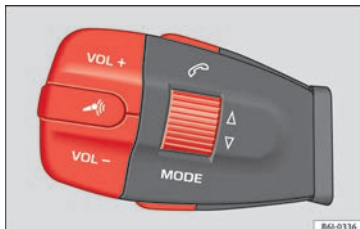

Abb. 80 Tasten der Multifunktionseinheit.
Wird bei aktiviertem System die Taste **» Abb. 80** („PTT“) gedrückt, aktiviert sich die Sprachsteuerung und falls kein Telefon angebunden ist, aktiviert sich die Sichtbarkeit und die Suche eines Telefons wird gestartet.
- Schalten Sie mit dem Schlüssel die Zündung ein. Das Fahrzeugsystem ist für das Mobiltelefon über Bluetooth für drei Minuten sichtbar. Nach 3 Minuten kann auch durch Drücken der Taste  („PTT“) erneut die Sichtbarkeit für weitere 3 Minuten aktiviert werden **» Abb. 80.**
Das Sprachsteuerungssystem wird durch Betätigen der Taste » **Abb. 80** („PTT“) aktiviert.
Durch Antippen der Taste »» **Abb. 80** („PTT“) am Multifunktionslenkrad kann jederzeit ein Dialog begonnen werden.
Durch Antippen der Taste »» **Abb. 80** („PTT“) am Multifunktionslenkrad kann jederzeit ein Dialog beendet werden. Wenn das System auf ein Kommando wartet, kann der Dialog über den Befehl „**ABBRECHEN**“ beendet werden.
Durch Drücken der Taste »» **Abb. 80** („PPT“) während einer Sprachausgabe wird nur die Ausgabe beendet. Danach kann ein anderes Kommando gegeben werden.